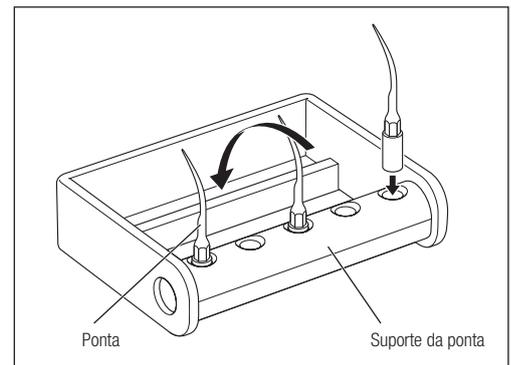

Fig. 61
- O suporte da ponta pode ser esterilizado em autoclave. Podem ser esterilizadas até 5 pontas ao mesmo tempo. Rode o suporte no sentido da seta para que as pontas sejam colocadas na estrutura para esterilização (Fig. 61).